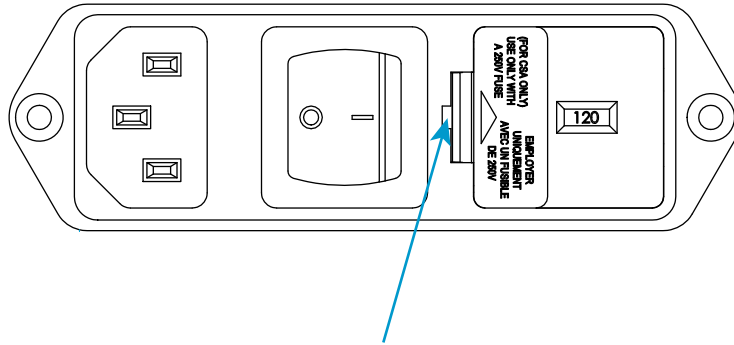

Figura 5. Extracción del contenedor de fusibles haciendo palanca
1. Asegúrese de que el interruptor de alimentación esté desconectado (0) y desenchufe el cable de alimentación de la fuente de alimentación. Compruebe que no haya ningún LED iluminado en el panel de control del bastidor.
2. Inserte un destornillador de cabeza plana pequeño en la ranura indicada en la Figura 5 en la página 38 y haga palanca para extraer el contenedor de fusibles.